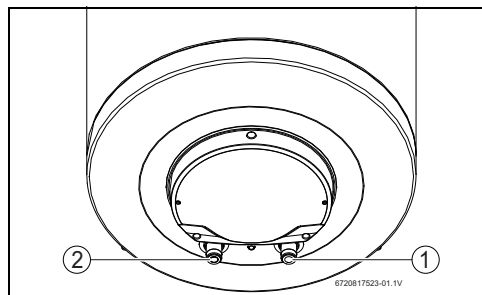

Fig. 9
- ▶ Marquer les conduites d'eau froide et d'eau chaude sanitaire de manière conforme pour éviter de les intervertir (fig. 9).